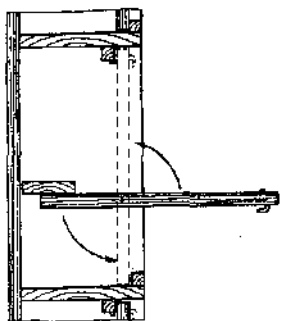

Рис. 206. Откидная
**Откидная дверка-столик.** В шкафу можно разместить в определенном порядке на вставных полках различные папки, пакеты, альбомы и т. п., а для удобства работы с ними закрыть одно или несколько отделений шкафа откидывающимися дверками (рис. 206). Для дверок можно использовать материал от какого-либо старого предмета мебели. Подойдет и